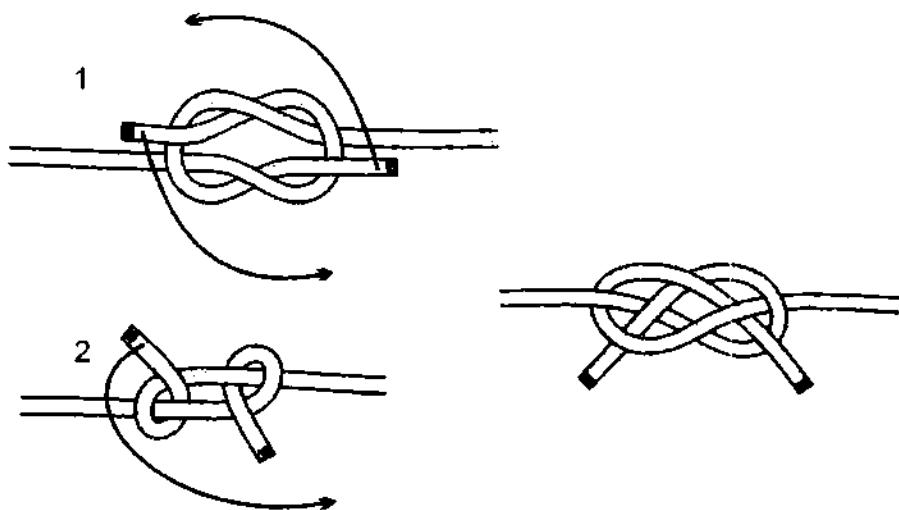

Рис. 767. 2-й способ вязки **травяного узла**. Узел вяжется из **тёщиного узла**.
**Травяной узел** – это замечательный пример того, как наихудший и наислабейший **тёщин узел** может оказаться, после правильной деформации, пусть не наипрочнейшим, но всё-таки достаточно надёжным и крепким узлом при соблюдении определённых условий безопасности (рис. 767). Чтобы **тёщин узел** стал надёжным, необходимо переместить ходовые концы как показано на рисунке. Узел при этом деформируется и превращается в совершенно иной по свойствам узел – **травяной**. В незатянутом виде он состоит из двух полууштыков-кальшек, которые при затягивании выворачиваются и превращаются в два **самозатягивающихся полууштыка**. Чем больше нагрузка, тем сильнее коренные концы обжимают ходовые. После прекращения нагрузки узел без труда развязывается.